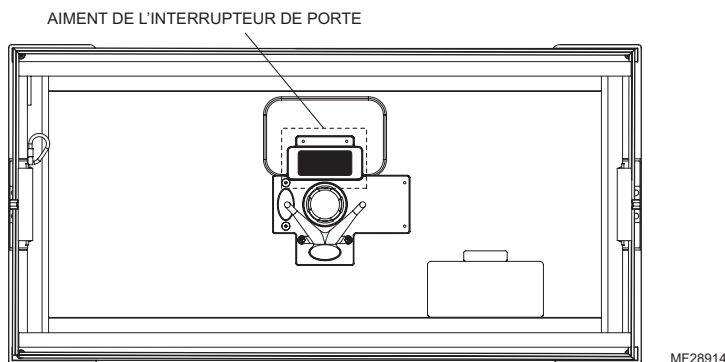

Fig. 16. Aimant de l'interrupteur de la porte.
- a. Attacher la porte de l'épurateur d'air amélioré de Honeywell à l'armoire. Un aimant dans la porte (voir Fig. 16) est utilisé pour activer un interrupteur de sécurité dans l'alimentation lorsque la porte est installée. L'électricité n'active pas l'épurateur d'air à moins que l'interrupteur de sécurité soit activé.
**REMARQUE** : Un aimant dans la porte (voir Fig. 16 page 19) est utilisé pour activer un interrupteur de sécurité dans l'alimentation lorsque la porte est installée. L'électricité n'active pas l'épurateur d'air à moins que l'interrupteur de sécurité soit activé.